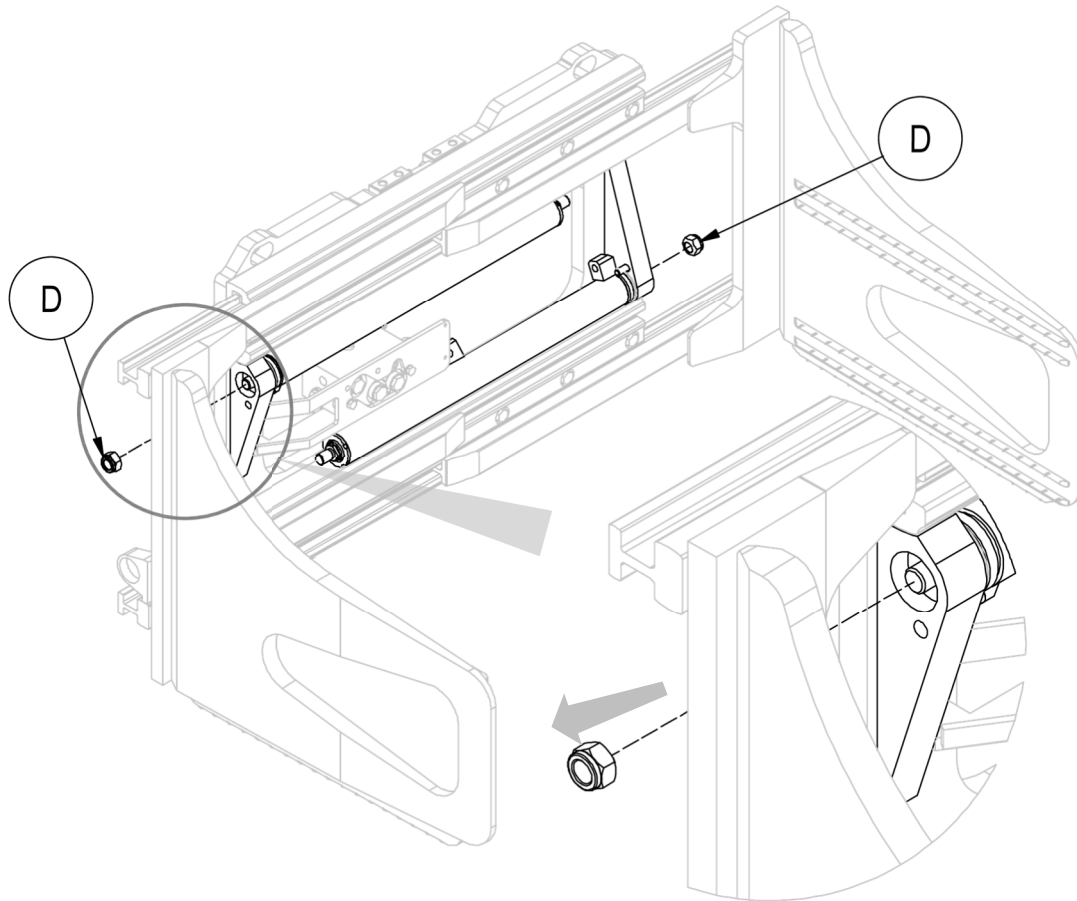

Figure 27
7. Retirer les écrous **D** qui relient les vérins à la structure de l'équipement et retirer les vérins eux-mêmes, en veillant à ne pas les endommager (voir *Figure 27*).